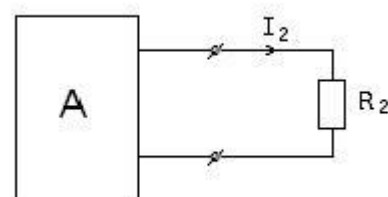

Рис. 1.2
2. Ток в выделенной ветви электрической цепи (рис. 1.2), по методу эквивалентного генератора: